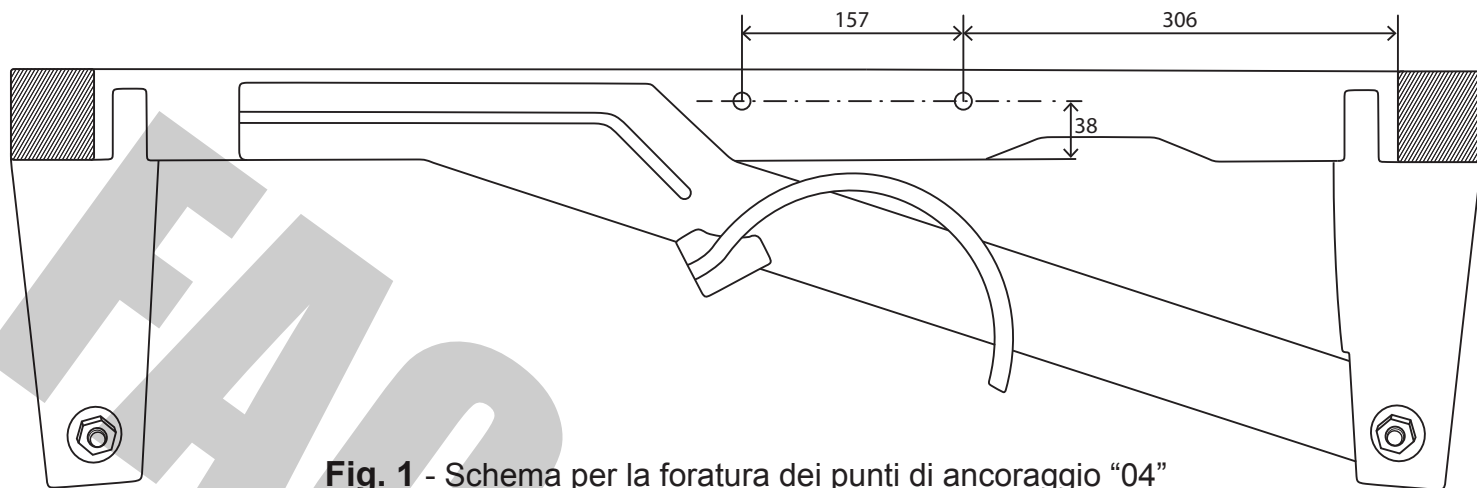
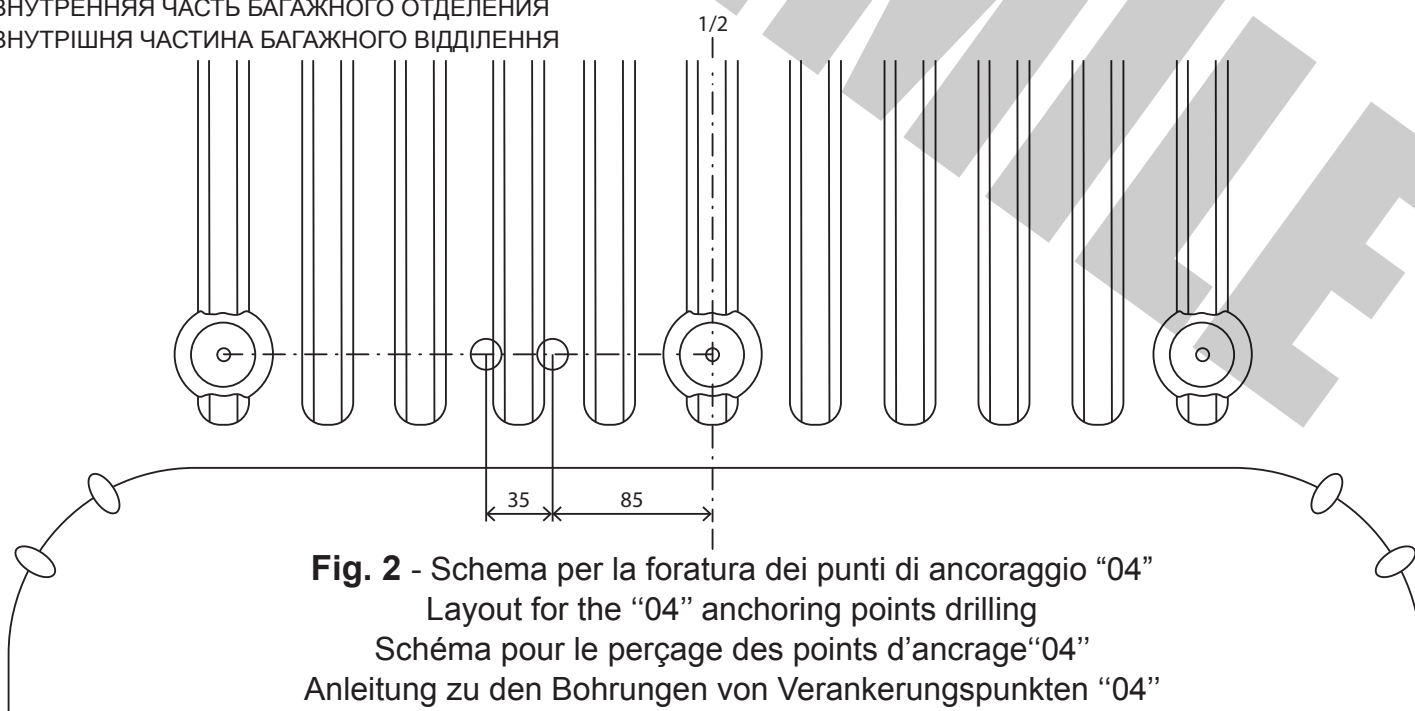

Fig. 1 - Schema per la foratura dei punti di ancoraggio "04"
Fig. 2 - Schema per la foratura dei punti di ancoraggio "04"
7. Sich an dem beigelegten Schema richten und die Löcher "4" (Abb. 1) und "3" (Abb. 2) mit \varnothing 10,5 mm bohren.
7. В соответствии со схемой приложения сделать сквозные отверстия Ø10,5 мм согласно точкам «4» (Рис.1) и «3» (Рис.2).
7. У відповідності зі схемою додатку зробити наскрізні отвори $\varnothing 10,5$ мм відповідно до місць «4» (Рис.1) та «3» (Рис.2).